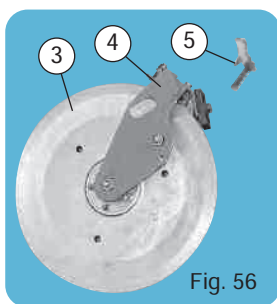

Fig. 56
- 1 roue (3) sur son cadre (4) avec décrotoir et boulonnerie
- 1 taquet d'escamotage (5) (fig. 56).
- 1 wheel (3) on its bracket (4) with scraper and bolts
- 1 retracting latch (5) (fig. 56)
- 1 Rueda (3) con su marco (4) con quitaterrones y tornillería
- 1 Tope de escamoteado (5) (fig. 56).